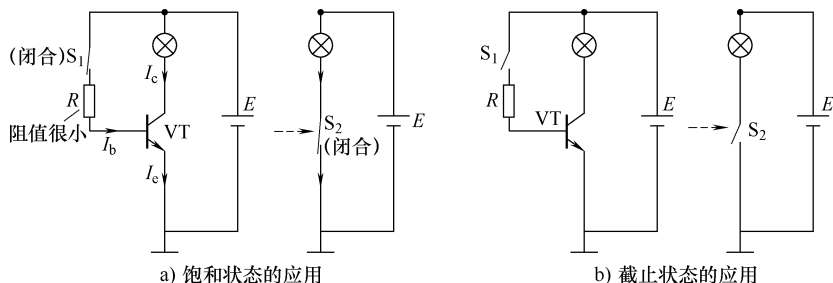

图 5-11 晶体管饱和与截止状态的应用
(2) 饱和与截止状态的应用 晶体管饱和与截止状态的应用如图 5-11 所示。